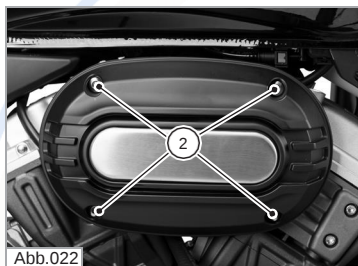

Abb.022
- Lösen Sie die drei Schrauben (2) (siehe Abb.022) und entfernen Sie die Abdeckung.